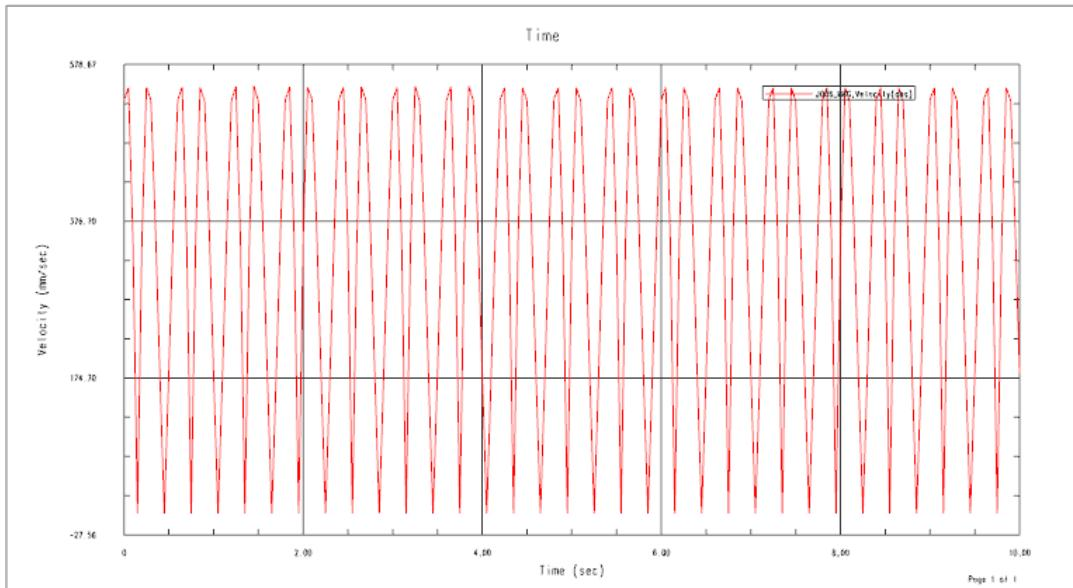

图 10.4.22 速度图表
(2) 选择要生成图表的对象并定义其参数。在“图表”对话框的**运动模型**区域选择**J006**滑动副，在**请求**下拉列表中选择**位移**选项，在**分量**下拉列表中选择**Z**选项，单击**Y 轴定义**区域中的**+**按钮。
(3) 选中“图表”对话框中的**保存**复选框，然后单击**...**按钮，选择 D:\ug85.16\work\ch10.04\engine\_asm\engine\_asm.afu 为保存路径。
(4) 单击**确定**按钮，完成图表的输出。
Step17. 生成图 10.4.22 所示的速度图表。